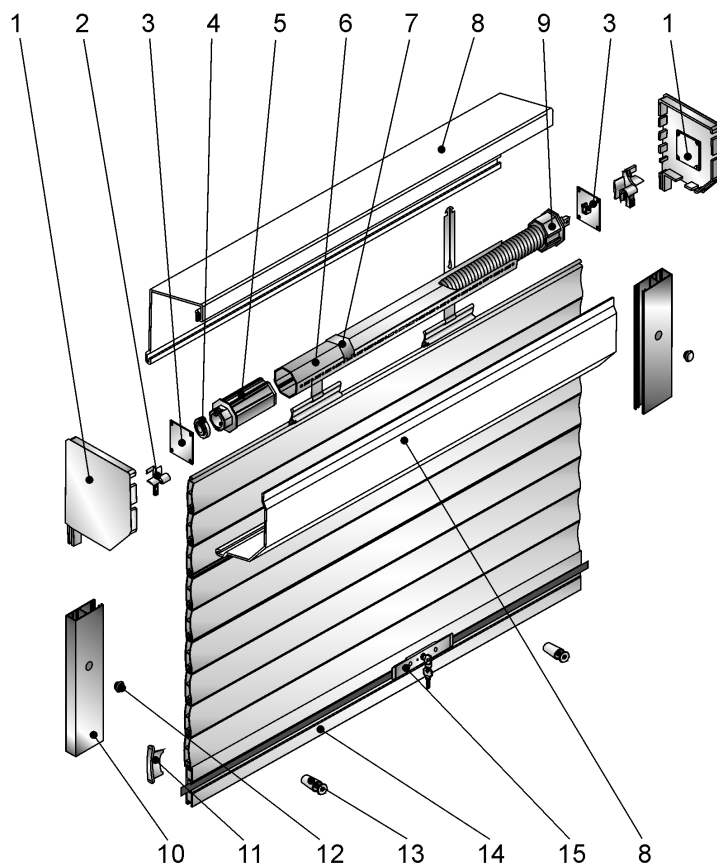

Рис.5 Комплектация защитных роллет с пружинно-инерционным механизмом
1.3.8 Устройство и порядок работы роллеты, оснащенной пружинно-инерционным механизмом (см. рис.5):